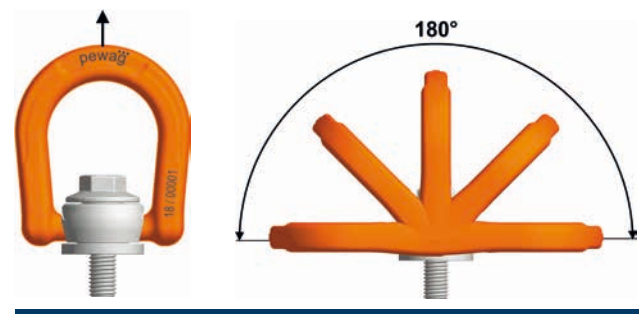

Bild 1: erlaubte Belastungsrichtungen die bei bestimmungsmäßigem Gebrauch auftreten können.
- Die Belastung darf nur in der vorgegebenen Richtung (Bild 1 unter Punkt 2 dieser Anleitung) mit der maximalen Tragfähigkeit lt. Tabelle 1 und unter Berücksichtigung der unter Punkt 2 angegebenen Einsatzbedingungen erfolgen.
Belastung: Die Belastung darf nur in der vorgegebenen Richtung (Bild 1) mit der maximalen Tragfähigkeit lt. Tabelle 1 und unter Berücksichtigung der hier angegebenen Einsatzbedingungen erfolgen.
- Zugrichtung nicht im vorgegebenen Bereich lt. Bild 1 liegt.